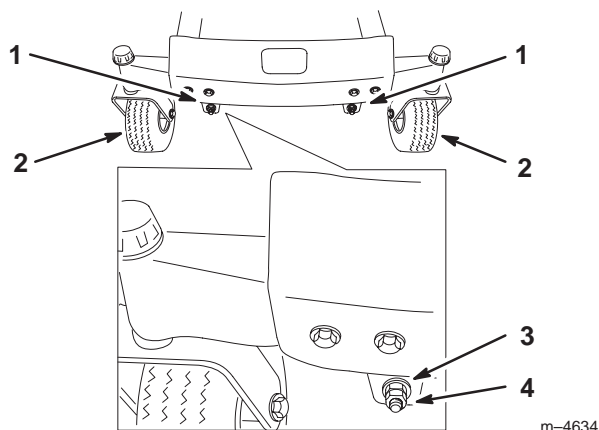

**Figure 42**
8. Réglez la hauteur de coupe à la position **D** [76 mm (3 pouces)] et tournez les lames avec précaution dans le sens longitudinal (Fig. 42).
9. Mesurez la distance entre la pointe de la lame avant et la pointe de la lame arrière par rapport à la surface plane (Fig. 42). Si la pointe avant de la lame n'est pas de 1,6 à 7,9 mm (1/16–5/16 pouce) plus basse que la pointe arrière, réglez les contre-écrous avant.